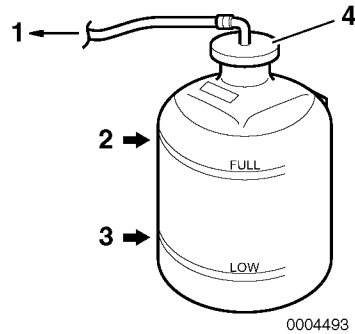

Figure 19
- Vérifiez le niveau du réfrigérant dans le réservoir. Le niveau doit être situé à la marque FULL (**Figure 19, (2)**). Ajoutez du liquide de refroidissement si besoin est.
- Enlevez le bouchon du réservoir (**Figure 19, (4)**) pour ajouter du réfrigérant si nécessaire. N'ajoutez pas d'eau.
- Vérifiez le tuyau en caoutchouc (**Figure 19, (1)**) qui relie le réservoir au réservoir du liquide de refroidissement / échangeur thermique. Remplacez-le s'il est endommagé.